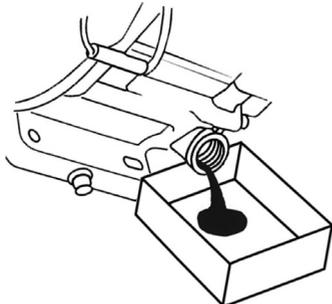

Рис. 31. Замена масла в двигателе
(1) Техническое обслуживание должно осуществляться более часто, при работе в пыльных условиях.
(2) Данный вид работ необходимо выполнять в авторизованном сервисном центре CHAMPION.
6. Подставьте ёмкость для масла под маслозаливную горловину, открутите крышку-щуп и слейте отработанное масло в подготовленную для этого емкость через маслозаливную горловину (Рис. 31).